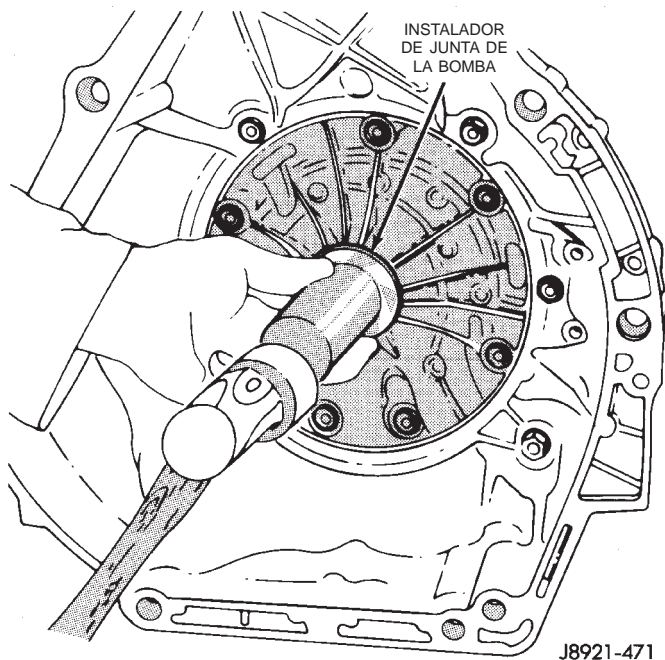

Fig. 82 Instalación de la junta de la bomba de aceite
- (1) Lubrique el reborde de la junta nueva con vaselina e instale la junta en la bomba con la herramienta 7549 (Fig. 82).
- (2) Lubrique la maza de mando del convertidor con líquido de transmisión.
- (3) Alinee e instale el convertidor en la bomba de aceite.